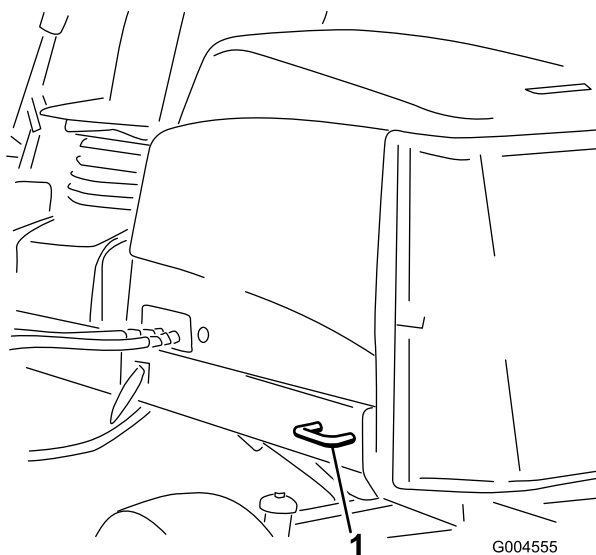

**Figura 57**
- Delantero – el orificio del bloque rectangular, debajo del tubo del eje, al interior de cada rueda delantera (Figura 57).